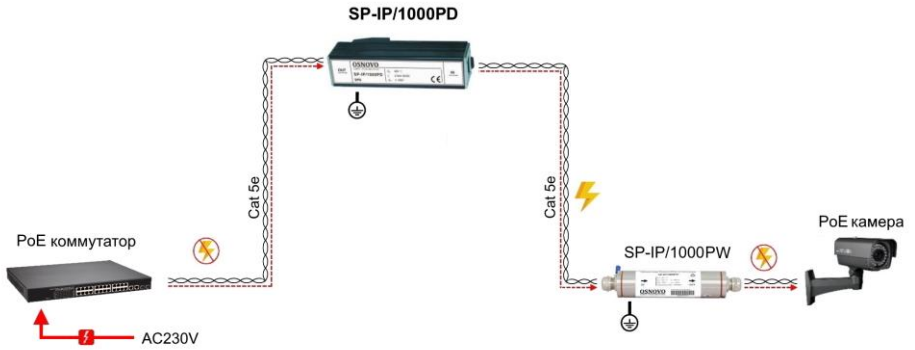

Рис.8 Схема подключения устройства грозозащиты на примере SP-IP/1000PD, SP-IP/1000PW.
- Для повышения защищенности оконечных устройств от повреждения рекомендуется использовать грозозащиту с каждого конца линии (Рис.8, Рис.9).